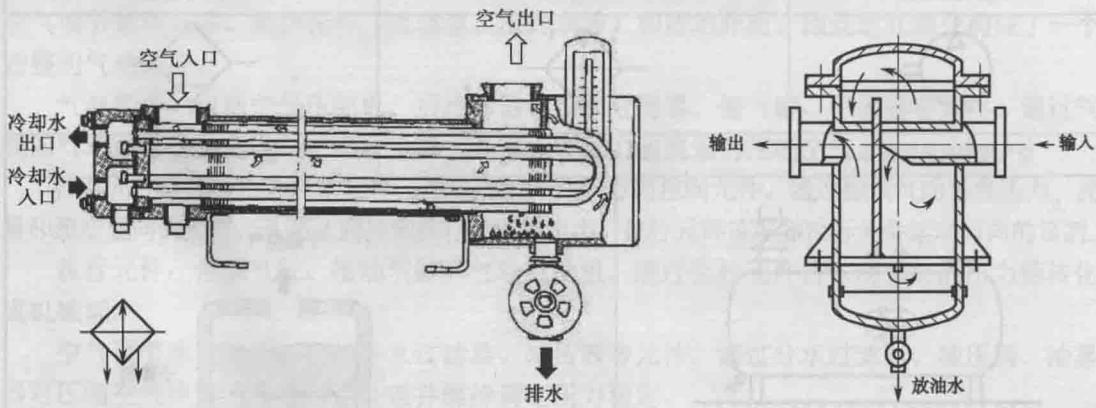

图1-1-10 水冷式后冷却器
(2) 后冷却器: 通过风冷或水冷的方法将压缩空气的温度降低,以便在后续过程中将压缩空气中的水、油分离出来。图1-1-10为水冷式后冷却器,其工作原理为利用循环冷却水降温,冷却水在管中流动,热空气在管外流动,使其中大部分水蒸气和油雾凝聚成液态的水滴和油滴,即利用热交换原理。